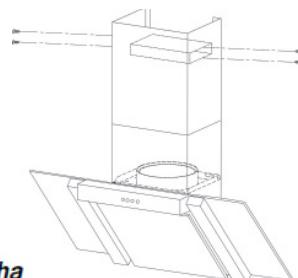

Bild 12
- Fäst utloppet T-sharp mot insidan av skorstenen, se *Bild 12*.